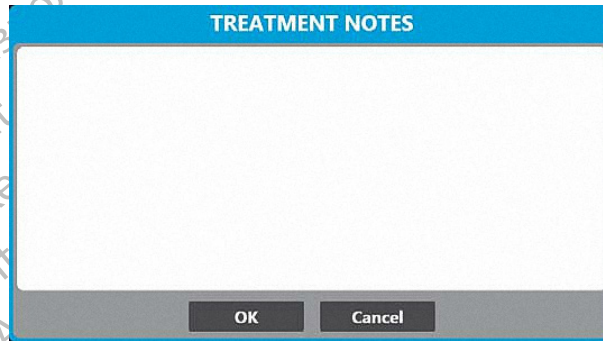

Figura 13. Fereastra Treatment Notes
- Apăsați butonul **Treatment Notes (Note de tratament)** de pe ecranul Terapie pentru a adăuga observații și alte informații relevante în dosarul de tratament (Figura 13).